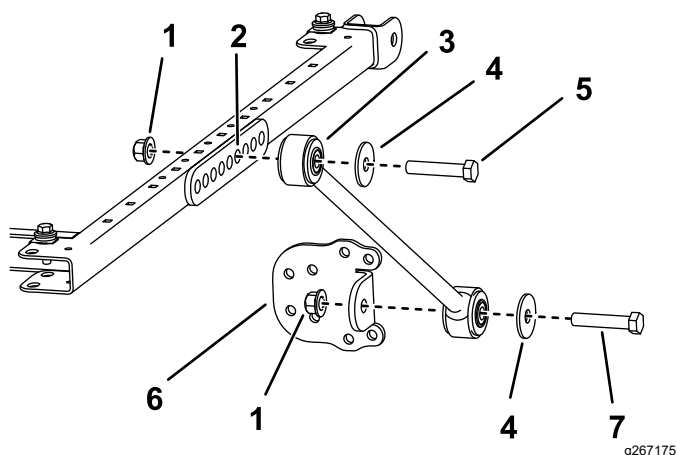

Рисунок 27
с помощью болта ($\frac{1}{2}$ x $2\frac{3}{4}$ дюйма), шайбы ($\frac{1}{2}$ дюйма) и фланцевой гайки ($\frac{1}{2}$ дюйма), как показано на рис. Рисунок 27.
12. Прикрепите, не затягивая, кронштейн подпорки к каждой подпорке с помощью болта (1/2 x 2 1/2 дюйма), шайбы (1/2 дюйма) и фланцевой гайки (1/2 дюйма), как показано на Рисунок 27.